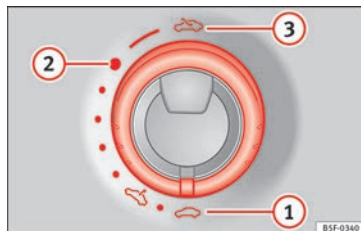

Fig. 11 Nel tettuccio interno: girare il comando per l'apertura e la chiusura.
- Apertura: girare la manopola sulla posizione » » fig. 11 ③.
- Posizione comfort: girare la manopola sulla posizione » » fig. 11 ②.
- Chiusura: girare la manopola sulla posizione » » fig. 11 ①.